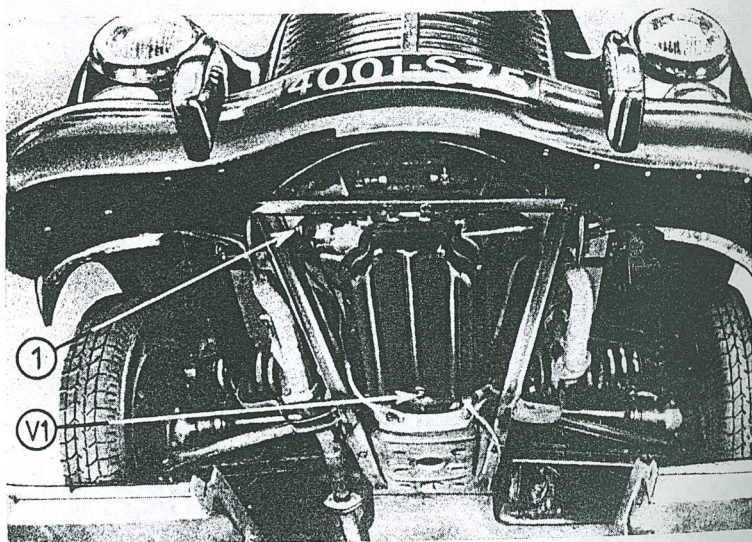

Fig. 15
Les indications qui suivent supposent que la voiture est en ordre de marche et que tous les organes fonctionnent correctement. En cas d'anomalie, consulter le paragraphe V : « Incidents de fonctionnement ». Si le moteur n'a pas fonctionné depuis quelque temps, appeler l'essence en actionnant la commande à main (1) de la pompe, voir (fig. 15).
Moteur. — Après les 1000 premiers kilomètres effectués à vitesse limitée, vidanger à chaud en dévissant le bouchon V1 (fig. 15).